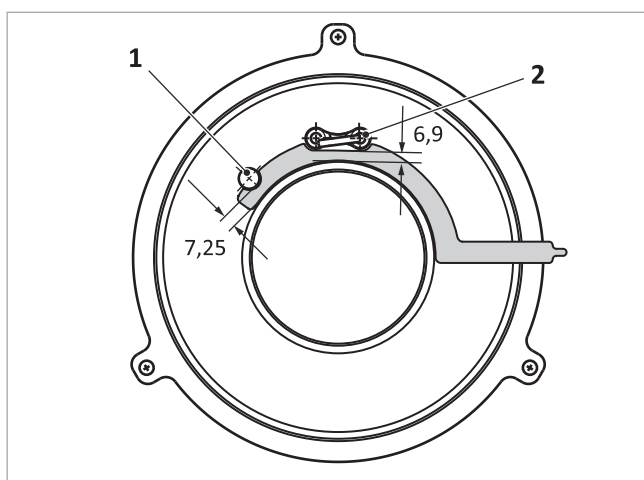

Fig. 137: Distancias entre los electrodos de ionización y de encendido y el quemador piloto
- Electrodo de ionización → *fig. 137 (1)*: 7,25 mm
- Electrodo de encendido → *fig. 137 (2)*: 6,9 mm